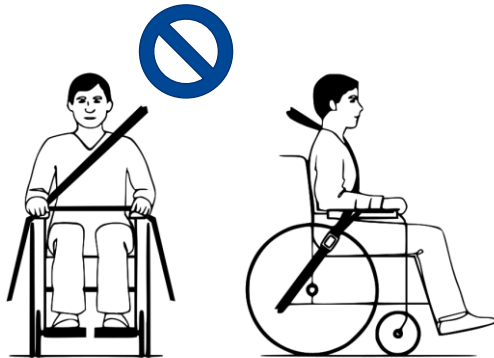

Figura 1 **Cinturón de retención mal abrochado**
6. Asegurarse de que los cinturones no estén torcidos ni lejos del cuerpo como se muestra en la figura 1.